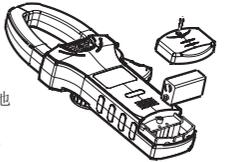

图 13
十. 保养和维护 (见图13)
- 本产品的电源为一只6LF22 9V 1604A电池,请参考图13,使用下列顺序安装或更换电池。